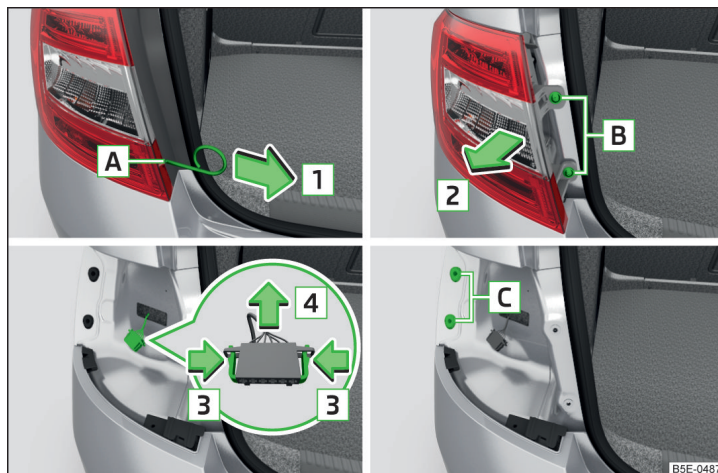
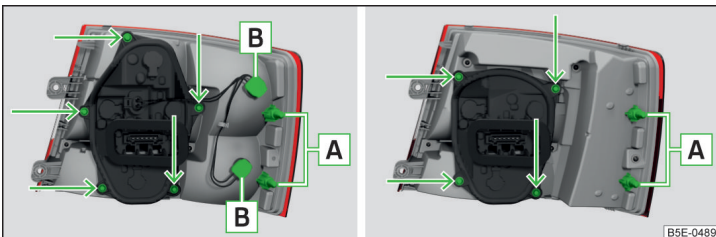

Fig. 231 Demontarea lămpii / scoaterea conectorului
Fig. 232 Partea exterioară a lămpii: Lampa de bază / lampă cu diode cu LED
- În orificiul [A]¹⁾ » fig. 231, introduceți cârligul pentru tragerea capacelor integrale de roată » pagina 222, *Trusa de scule*.
➤ Introduceți blocul optic, cu proeminențele **A** » fig. 232 la pagina 247, în punctele de fixare **C** » fig. 231 de pe caroserie.
➤ Rotiți soclul de bec **B** » fig. 232 în sens opus acelor de ceasornic și extrageți-l din carcasa blocului optic.
➤ Deșurubați suportul de bec » fig. 232 cu ajutorul șurubelniței din trusa de scule și extrageți suportul de bec din blocul optic.